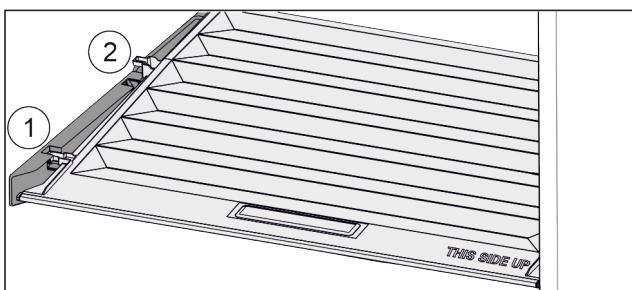

Fig. 71
- Poklopac do otvora u pridržnim dijelovima povucite prema naprijed Fig. 71 (1).
- Podignite ga odozdo sa stražnje strane i izvadite prema gore Fig. 71 (2).